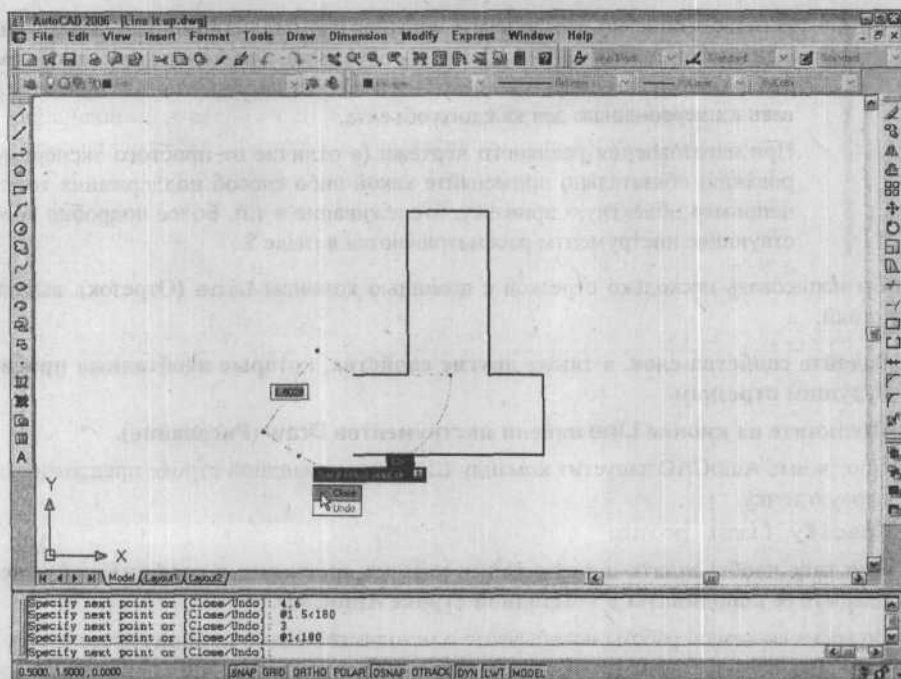

Рис. 6.1. Линия нарисована. Теперь завершите ее рисование, выбрав команду **Enter**
- Чтобы оставить фигуру незамкнутой, нажмите клавишу <Enter> или щелкните правой кнопкой мыши в графической зоне и выберите команду Enter (рис. 6.1).